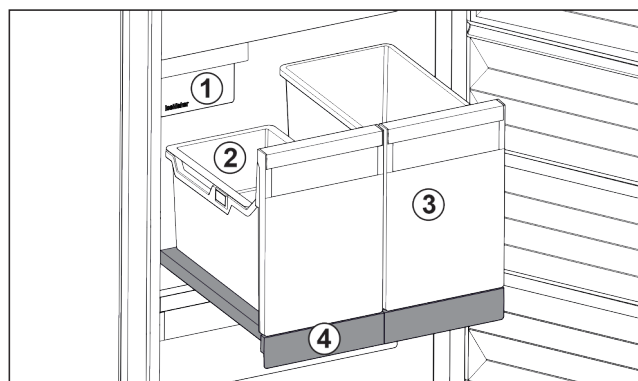

Fig. 190 Rafti me tërheqje me IceTower
Mbi raftin me tërheqje ndodhet dy kuti të larta (IceTower). Në kutinë Fig. 190 (2) mblidhen dhe mbahen kubat e akullit nga IceMaker. Kutia Fig. 190 (3) është e përshtatshme për ruajtjen e ushqimeve të larta, si picat ose pijet alkoolike.